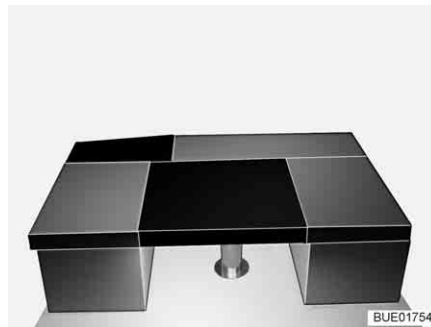

Bild 141 Efter ombyggnaden
- Lägg den rektangulära extra dynan på bordet (mellan sittbänkarnas sittyngor, se Bild 141).